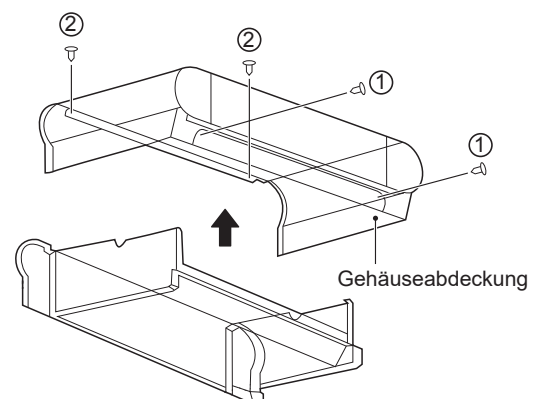
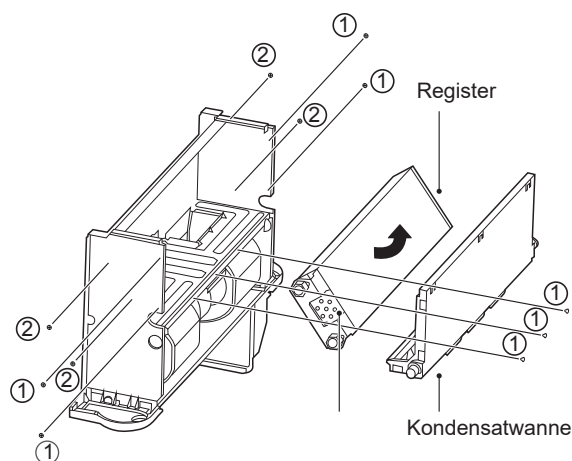

Abb. 5-17 Entfernen der Gehäuseabdeckung
Abb. 5-18
Wie in Abb. 5-17 gezeigt, entfernen Sie jeweils die 2 Schrauben ① und ② und dann das Gehäuseeteil. Entfernen Sie, wie in Abb. 5-18 dargestellt, die 7 Schrauben ①, um die Kondensatwanne zu entfernen.
Ziehen Sie den Stecker des Temperatursensors ab. Drehen Sie das Register in die in Abb. 5-18 gezeigte Richtung.